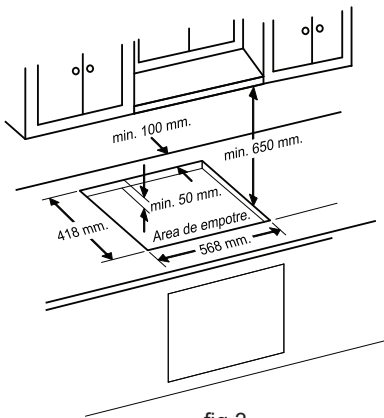

fig.3
- Verifique la superficie donde va a empotrar su artefacto, que este de acuerdo a las dimensiones indicadas para el mueble. Ver fig.3. en el diseño de mueble considere por lo menos 2 agujeros en la parte posterior, estos le ayudaran al momento de realizar la s instalaciones de Gas y Electricidad.